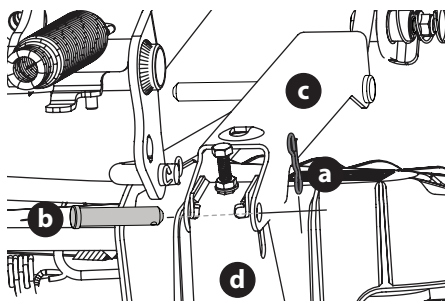

Figura 44
- a. Extraiga los dos pasadores con unión curva (a) de los pasadores de horquilla (b) que sujetan los soportes del varillaje de elevación (c) a los soportes traseros de elevación de la plataforma (d) en la plataforma. Extraiga los pasadores de horquilla (b) (Figura 44).